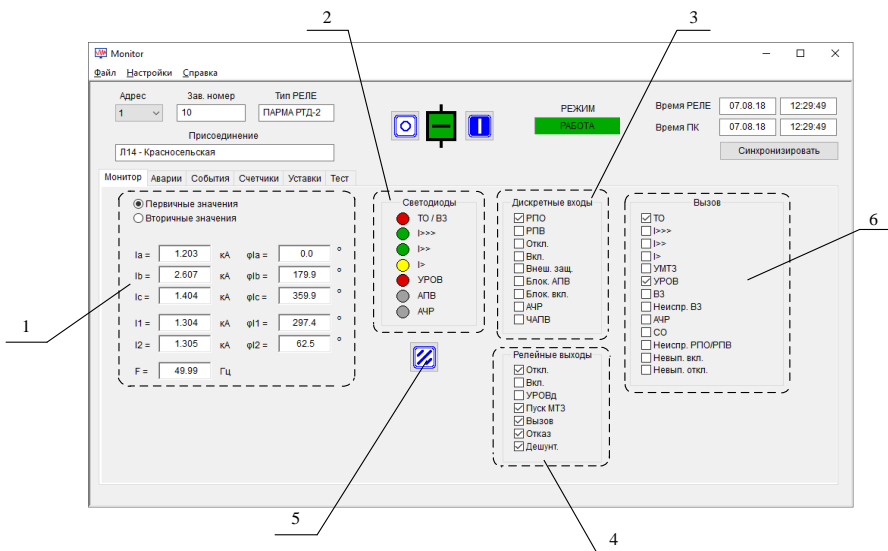

Рисунок 8 – Вкладка "Монитор"
5.5.9.1 Вкладка "Монитор" (рисунок 8) предназначена для отображения параметров сети (1) и состояния РЕЛЕ. Отображение фазных и расчётных токов может производиться в первичных или во вторичных значениях в зависимости от положения соответствующего переключателя.